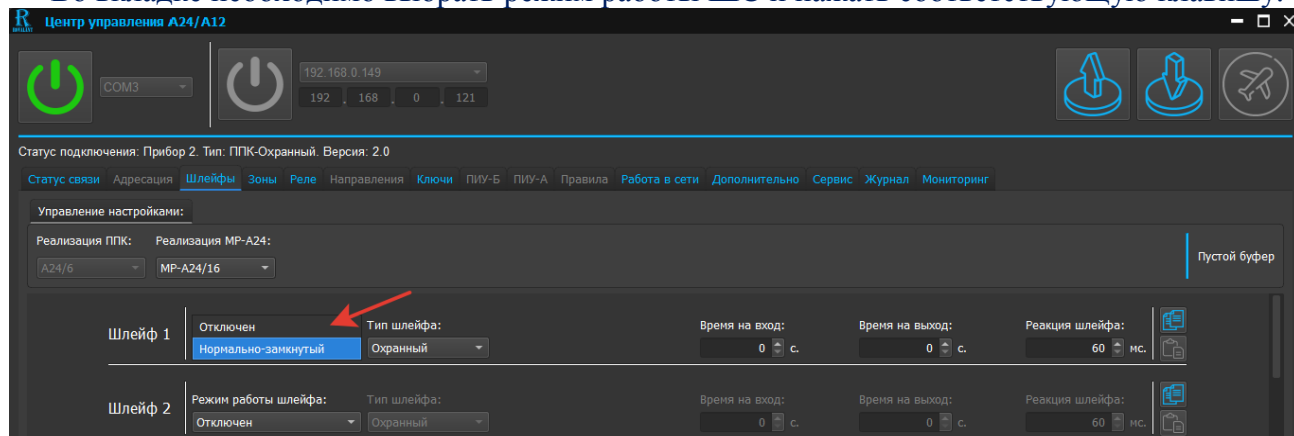

Рис. 24. Скриншот вкладки «Режим работы шлейфа»
6.1.1 Вкладка «Режим работы шлейфа» (см. рисунок 24)